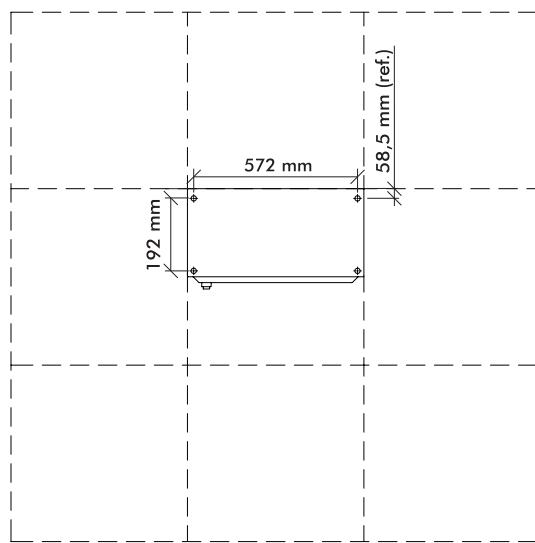

Figura 6
A figura 6 mostra a distância entre os furos necessários para a fixação do FTH620 no piso falso, piso de concreto e esteiramento.
1. Utilizando as medidas fornecidas na figura 6 faça as marcações necessárias no piso elevado e realize as furações, com 12 mm de diâmetro.
2. Utilize as medidas fornecidas na figura 6 para centralização dos suportes e faça as marcações necessárias no piso de concreto. Realize as furações com 9,5 mm (3/8") de diâmetro e 55 mm de profundidade.
2. Utilizando as medidas fornecidas na figura 6 faça as marcações necessárias no piso. Realize as furações no piso com 9,5 mm (3/8") de diâmetro e 55 mm de profundidade.